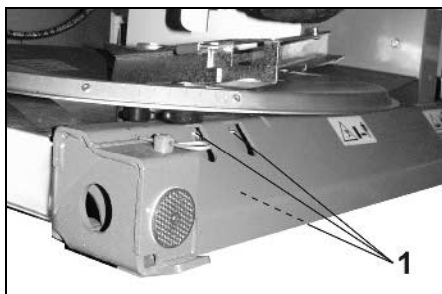

Fig. 52
- Rengör omröraraxel-kedjan och smörj in. (Fig. 52/1).